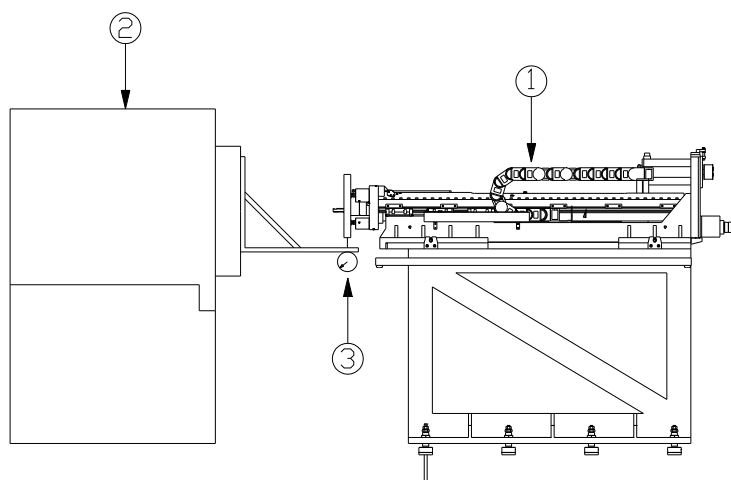

Figura 139. Diferencia de posición entre eje cabezal y eje pipe stopper.
Verificar la diferencia de posición entre el eje del Pipe Stopper (1, Figura 139) y el eje del cabezal (2):
- 1 Fijar el reloj comparador (3) en el eje del cabezal palpando el diámetro exterior del pipe stopper.